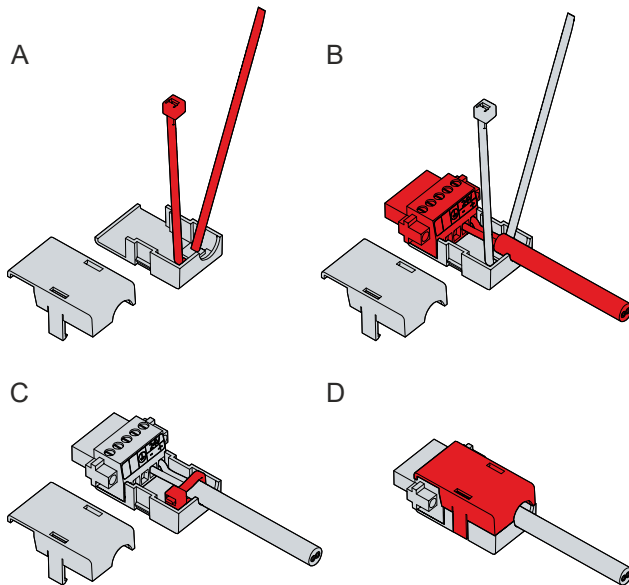

Abb. 14: CP6606_Montage Zugentlastungsgehäuse
1. Biegen Sie mit den Fingern die Rastnasen am Unterteil leicht nach außen (siehe Abb. 14).